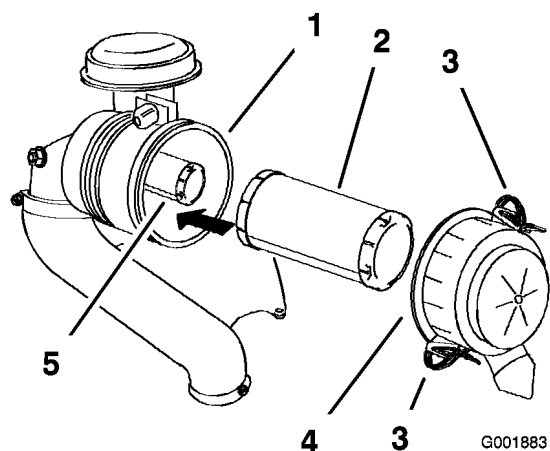

Bild 35
3. Lösen Sie die Riegel am Luftfilter und ziehen Sie die Abdeckung vom Luftfiltergehäuse ab (Bild 35).
5. Schieben Sie den Hauptfilter vorsichtig aus dem Luftfiltergehäuse heraus (Bild 35).
2. Wenn Sie den Sicherheitsfilter austauschen, schieben Sie ihn vorsichtig in das Filtergehäuse ein (Bild 35).
3. Schieben Sie den Hauptfilter vorsichtig auf den Sicherheitsfilter (Bild 35).
4. Bringen Sie die Luftfilterabdeckung so an, dass die Seite mit **UP** nach oben zeigt, und rasten Sie die Riegel ein (Bild 35).